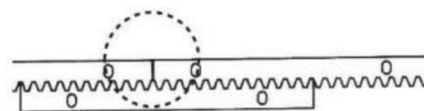

Fig.8
- Es recomendable Instalar los Empalmes de la Cremallera, Colocando una Cremallera como Guía Ver (Fig.8). Para que los Dientes se Acoplen Perfectamente en el Engrane del Operador Corredizo.